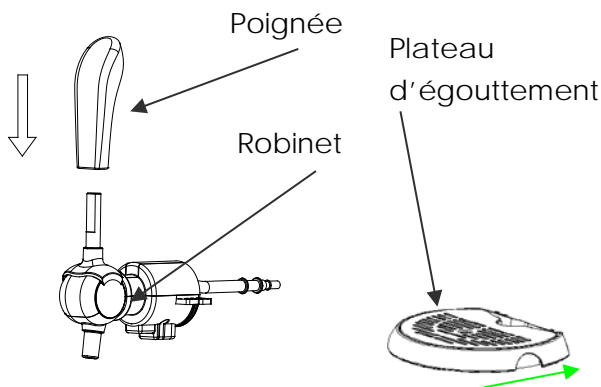

Figure 3
2. Montez le levier de robinet sur le robinet et que les deux extrémités sont parfaitement en contact (figure 3).